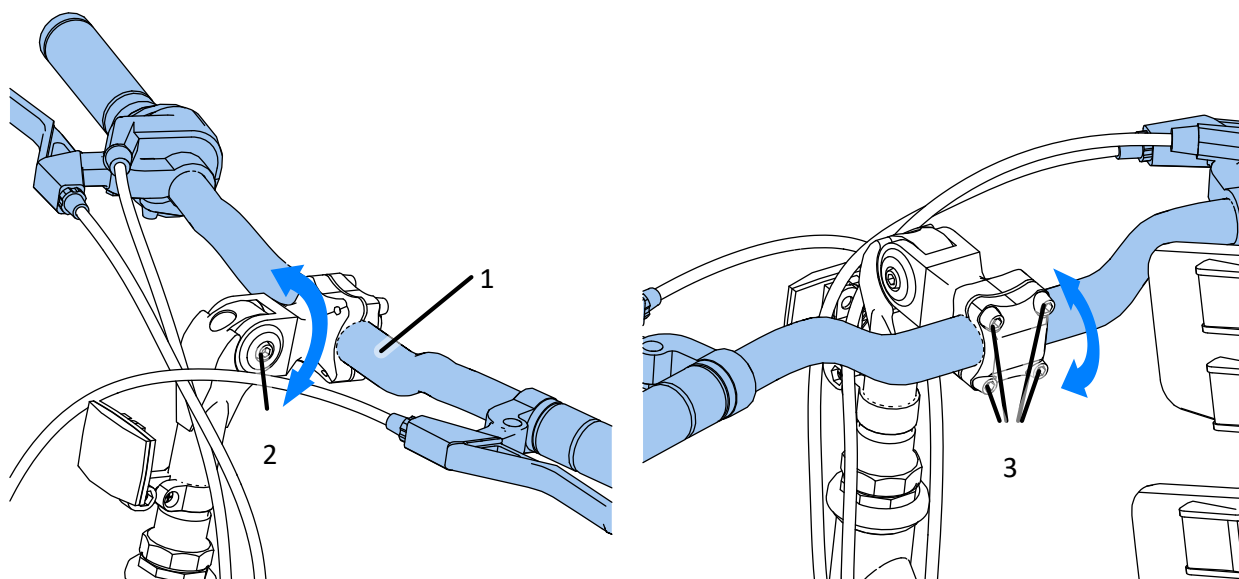

Abb. 12
Die Einstellung des Lenkerwinkels (1) wird in Abb. 12 angezeigt. Um die Neigung des Lenkers zu ändern, lösen Sie die Schraube (2) an der Seite der Brücke. Eine Winkelverschiebung des Brückenkopfes ist dann möglich. Nach dem Einstellen des Winkels sichern Sie die Position durch Festziehen der Schraube (2). Der Brückenkopf ermöglicht die Winkeldrehung der Lenkhebel selbst (1). Lösen Sie dabei die vier Schrauben (3) an der Vorderseite des Brückenkopfes. Nach dem Lösen ist es möglich, den Lenker in der Fassung zu drehen. Sobald Sie eine bequeme Griffposition erreicht haben, ziehen Sie die Schrauben (3) fest.